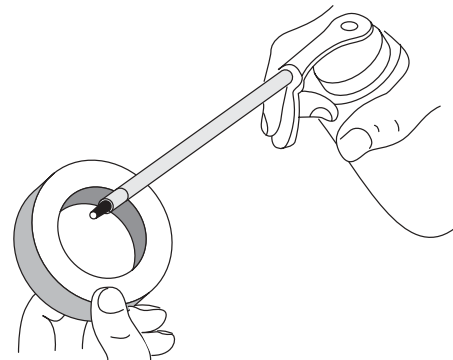

Fig. 23
4. Aplique suficiente aceite SAE 30 limpio como para recubrir ligeramente el filtro (Fig. 23).